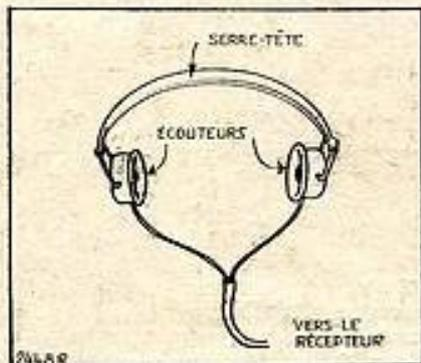

Fig. 1
Fig. 1. — Installation de l'avertisseur électrique sur une bicyclette. Le relais « PLP » 604 de très faible volume : 43 × 26 × 39,5 mm (capot de protection compris) et la pile de poche 4,5 V, du type standard, se logent aisément dans la sacochette de la bicyclette.
Ce que nous avons vu précédemment consiste à améliorer la possibilité de recevoir de loin, mais en aucun cas d'augmenter la puissance pour actionner un haut-parleur. Comment donc faire en ce dernier cas ? Voilà qui ne pose pas de problème difficile, puisque nous allons utiliser la plupart des moyens d'amplification que nous connaissons déjà, mais : après la détection. Dès lors, nous ne pourrions rien faire pour entendre un émetteur supplémentaire, mais par contre nous augmenterons la puissance sonore des émetteurs déjà reçus. Comment ? Par les procédés déjà schématisés précédemment ou du moins par la plupart d'entre eux. Là encore, nous n'irons pas au-delà de deux étages d'amplification, sous peine de faire naître des courants parasites susceptibles de gêner considérablement l'audition. Mais nous savons du moins qu'au lieu de brancher un écouteur ou un casque (ce dernier étant la réunion de deux écouteurs, figure 1) nous allons adjoindre un étage d'amplification basse fréquence (BF). Comment ?